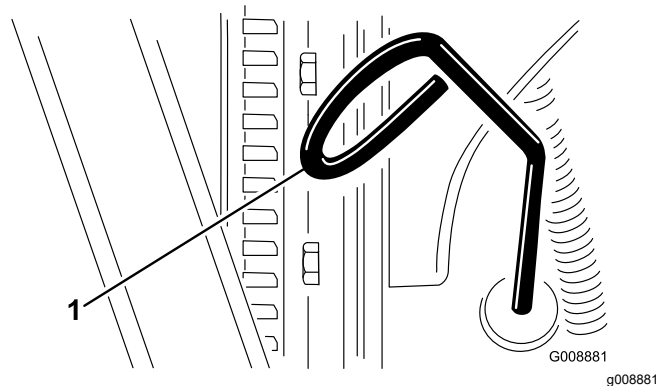

Bild 72
3. Nehmen Sie den Peilstab (Bild 72) heraus und wischen Sie ihn mit einem sauberen Lappen ab.